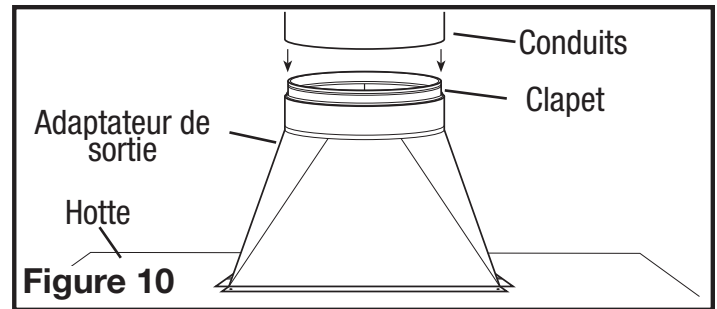

Figure 10
4. Raccordez les conduits à l'adaptateur de sortie et du clapet. Fixez en place en utilisant du ruban de gaine pour sceller tous les joints (Figure 10).